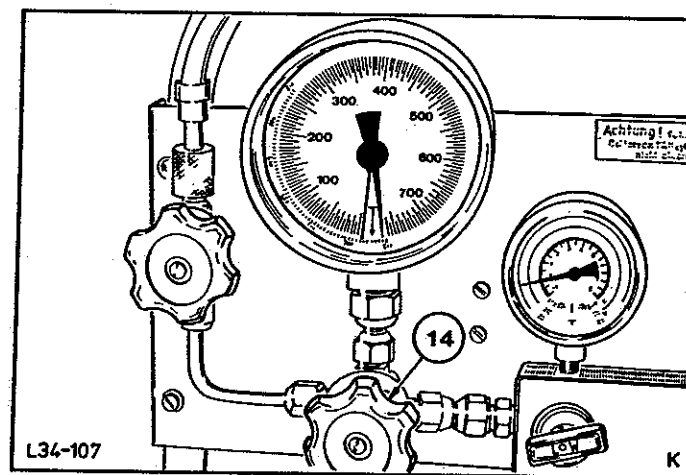

Abb.20 Torrmetric-Absperrventil
8. Pumpe abschalten, Torrmetric-Absperrventil (14), Abb.20, und Ventile (2) und (9) am Füllzylinder schließen.